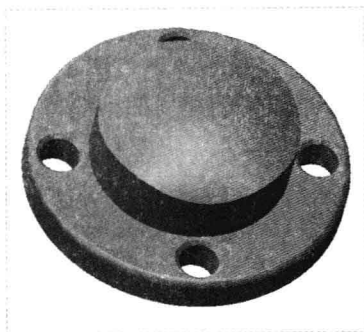

图 8-102 创建半径圆顶特征
Step 04 单击“接受值”按钮，即可创建半径圆顶特征，如图 8-102 所示。